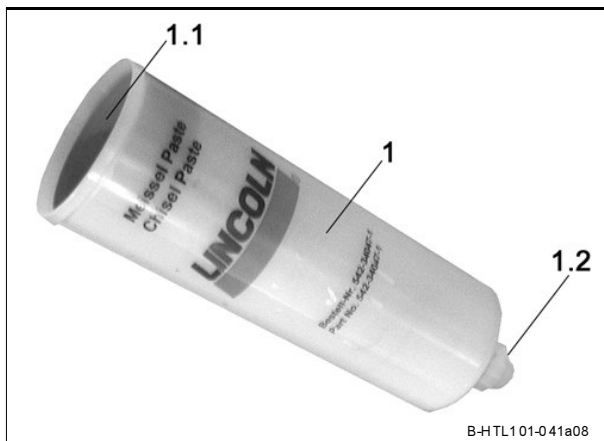

Abb. 7 Kartusche mit Schmierstoff
- Verschlusschraube 1.2 (Abb. 7) an der Kartusche entfernen
- Roten Folgekolben 1.1 (Abb. 7) soweit in die Kartusche hineindrücken, bis Schmierstoff aus der geöffneten Bohrung austritt